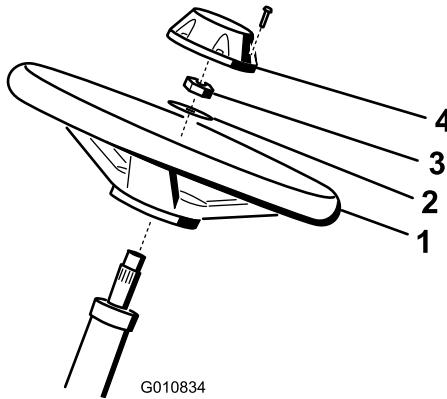

图4
1. 将方向盘滑入转向轴 (图4)。
2. 将垫圈滑入转向轴 (图4)。
3. 使用锁紧螺母将方向盘固定到转向轴上，旋紧至 $27\sim35N\cdot m$ (图4)。
4. 将中心盖安装到方向盘上，并用 6 个螺栓固定 (图4)。